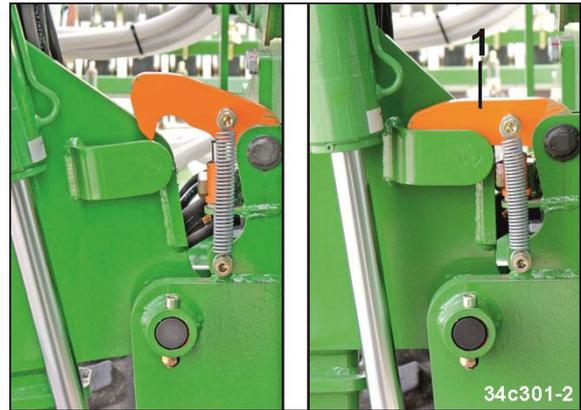

Fig. 345
9. Prüfen, ob beide Riegel (Fig. 345/1) beim Einklappen der Ausleger ordnungsgemäß einrasten.
- Cirrus 4003-2, siehe Fig. 345